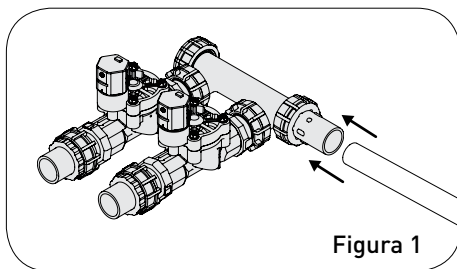

Figura 1
- Si el tubo de PVC es de $\frac{3}{4}$ ", conéctelo directamente al Adaptador giratorio (C) (Figura 1).